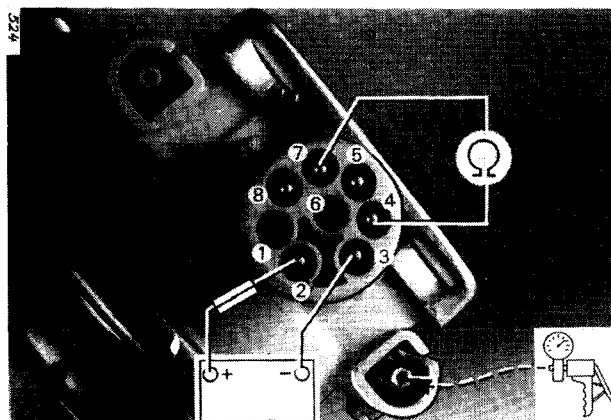

Bild 16
b) Schleiferwiderstand im Stellbereich (Bild 16)